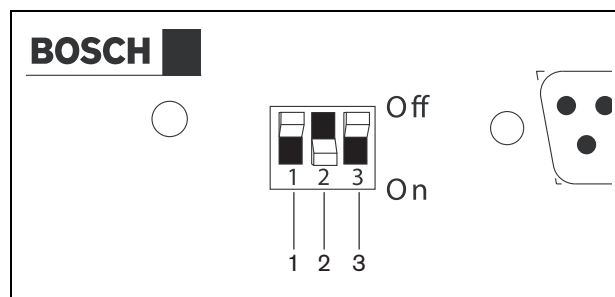

figure 5.2: Configuration de l'heure d'hiver/été (économies d'énergie)
- 1 Localisez l'ensemble d'interrupteurs DIP sur le panneau arrière (voir figure 5.2).